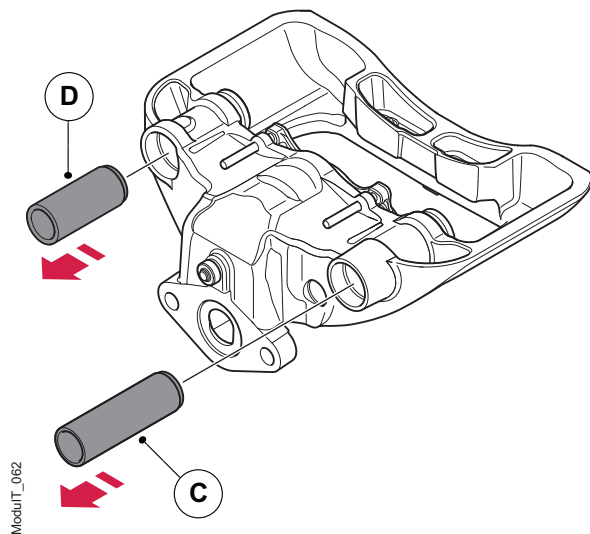

Figura 52. Quitar las guías de deslizamiento
5. Empuje hacia afuera con la mano y extraiga las guías de deslizamiento principal (C) y secundaria (D), véase la figura 52.